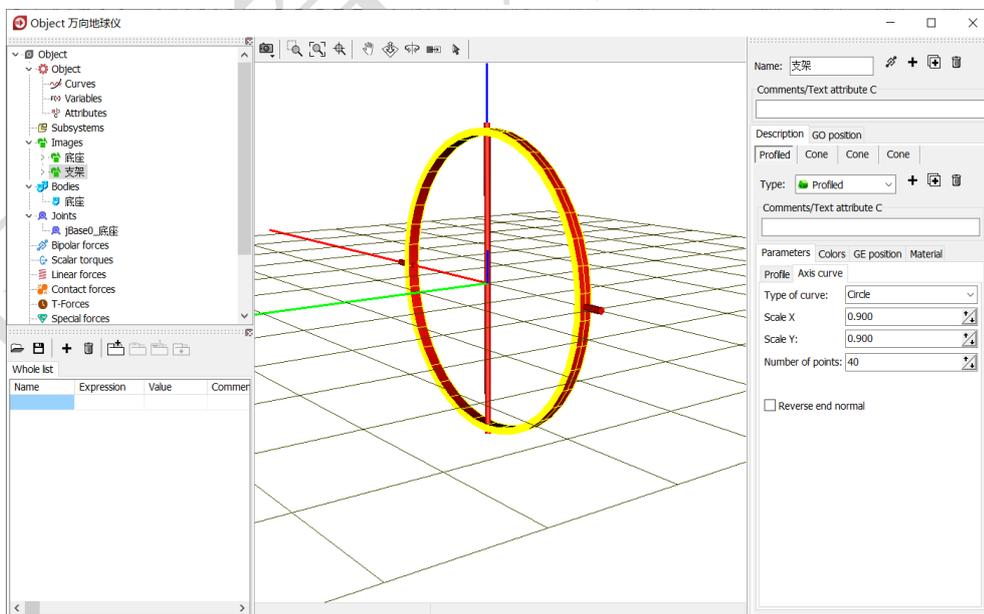

图 2-17
- 2) 这样，我们就导入了地球仪支架的几何图形(**Images**)，如图 2-17 所示。导入几何图形的目的是增强模型可视化效果，它并不参与动力学计算。